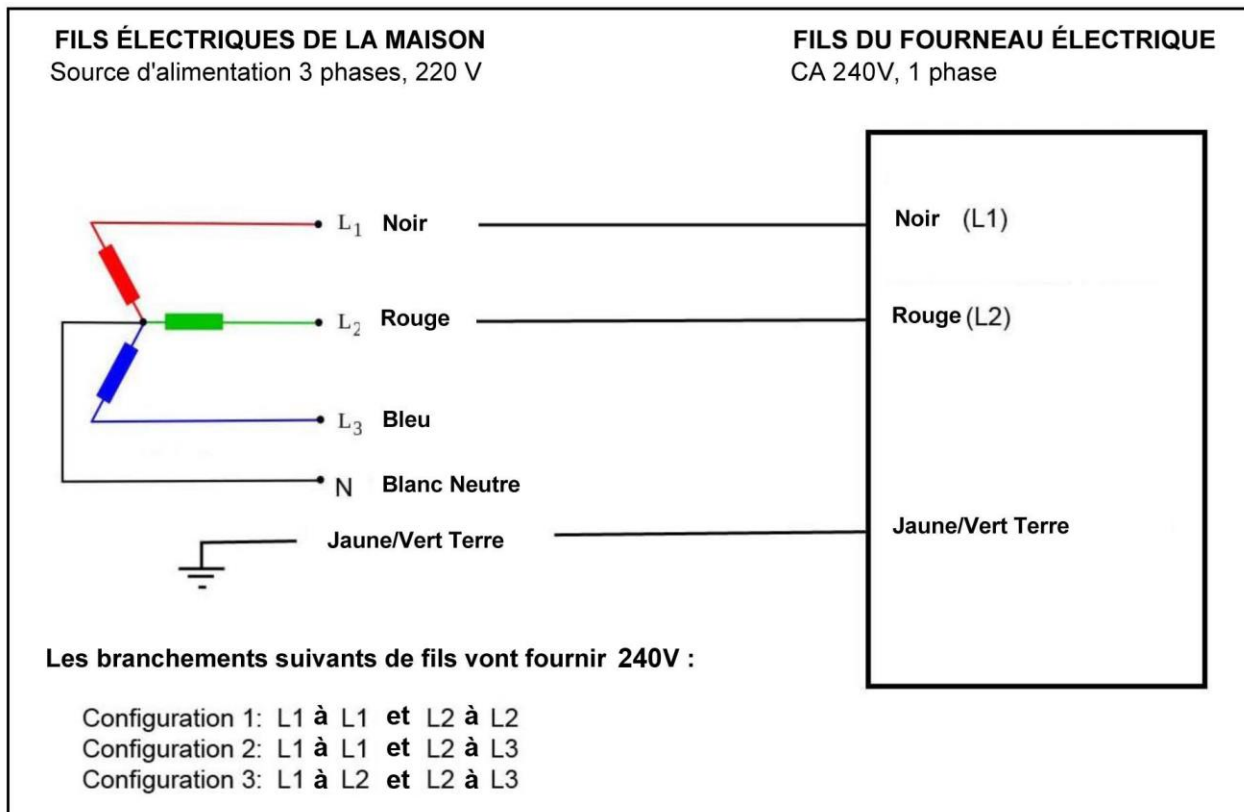

Figure 24
- 2) Veuillez consulter le diagramme ci-dessous pour savoir comment brancher les fils du fourneau de cuisine autostable aux fils de l'alimentation électrique de la maison. (Voir la figure 24)